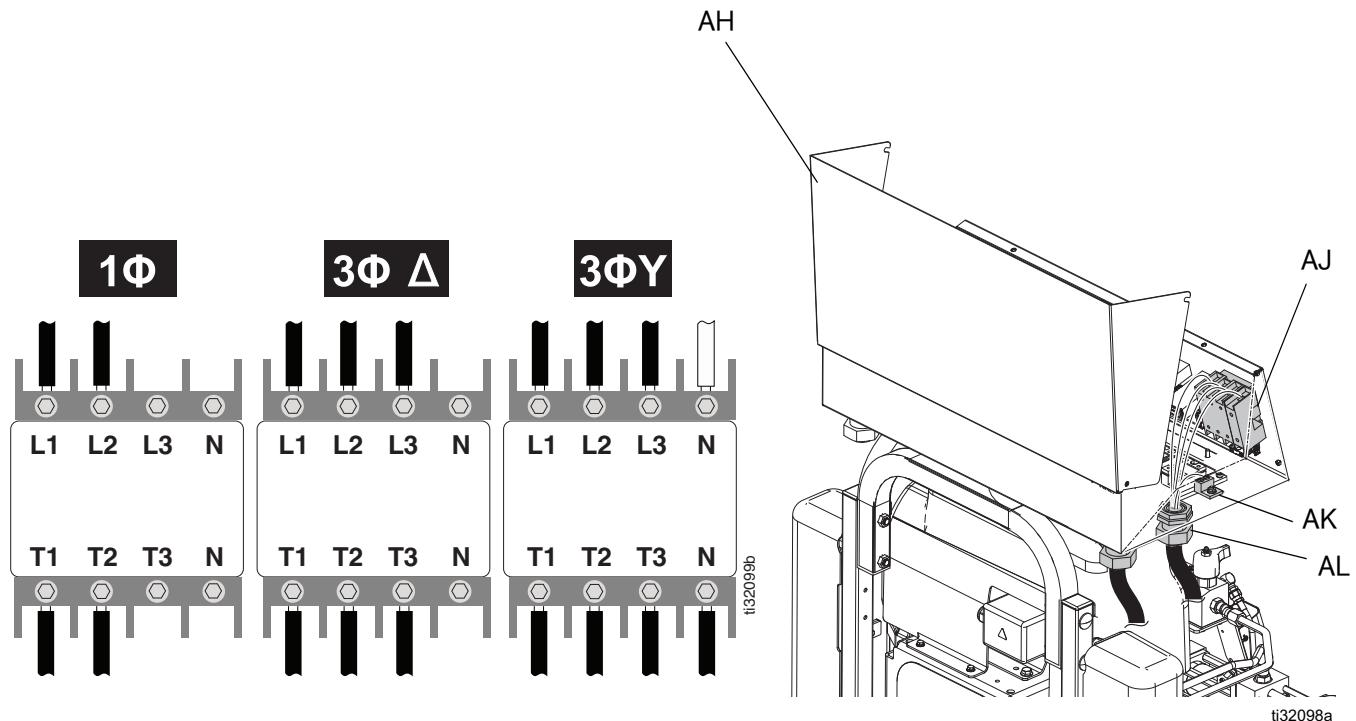

图 8: 连接输入电源线
- 将主电源断开设备 (CE) 关闭。
- 松开螺栓 (BH) 并向上提起门，打开电气外壳门 (AH)。参见图 8 所示。
- 将电源线穿过电气外壳 (C) 中的电源入口线夹 (AL)。拧紧电线夹 (AL)。参见图 8 所示。
- 将输入电源线连接到主断路器端子 (AJ) 和主接地片 (AK)，如图图 8 所示。用 55 英寸 - 磅 (6.2 牛·米) 的扭力拧紧。轻轻拉一下所有接线，以验证是否正确固定。
- 230 伏，单相：**使用 5/32 或 4 毫米内六角扳手，将两根电源线连接到 L1 和 L2。将绿色线连接到接地片 (AK)。
- 230 伏，3 相：**使用 5/32 或 4 毫米内六角扳手，将三根电源线连接到 L1、L2 和 L3。将绿色线连接到接地片 (AK)。
- 400 伏，3 相：**使用 5/32 或 4 毫米内六角扳手，将三根电源线连接到 L1、L2 和 L3。将中线连接到 N。将绿色线连接到接地片 (AK)。
- 确保所有项目均已正确连接，如图 8 所示。关闭电气外壳门 (AH) 并拧紧螺栓 (BH)。